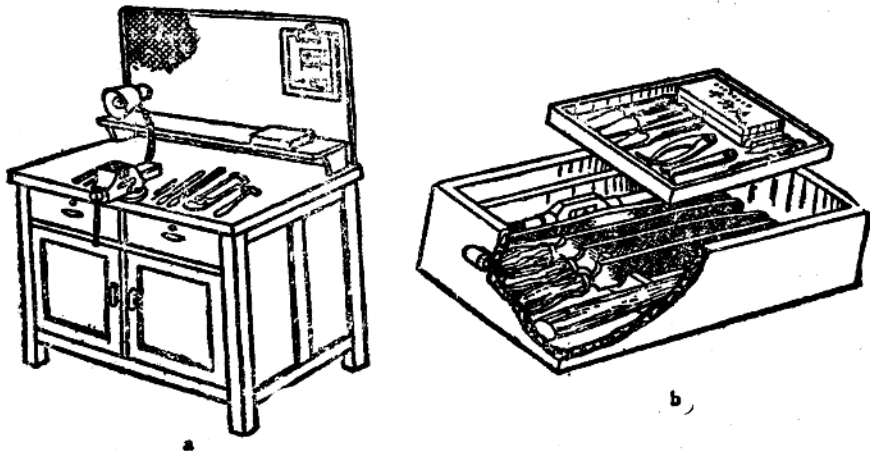

图 1-4 工、量具安放布置
(1) 主要设备的布置。应将钳台安置在便于工作和光线适宜的位置。在钳台上安装安全网。钻床和砂轮机放置在工作间的边沿处,保证工作的安全。
(2) 毛坯或工件应放置在搁架上,或者规定的地点,排列整齐平稳。要保证安全,便于取放,避免已加工表面的碰撞。同时又要不要影响操作者的工作。
(3) 工、量具安放、布置(图1-4)。常用工具、量具应放在工作位置的近处,使用时拿取方便。工、量具不得混放在一起。量具用后应放在量具盒里。工具用后,要整齐地放在工具箱里,不得随便堆放。否则会造成损坏或取用不便,也容易丢失。
(4) 工作场地应保持整洁。工作完毕,要将工具进行清点,并放回工具箱,擦拭钳台和其它设备,认真清理场地的铁屑和油污,并打扫干净地面。